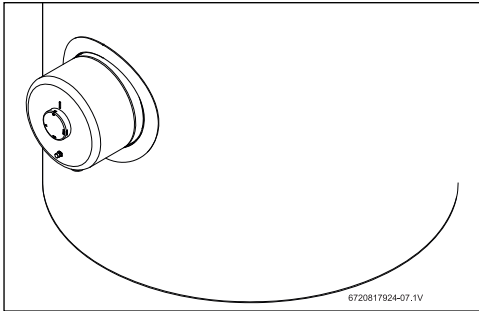

Fig. 13 Termostato
- ▶ Posicionar el termostato en la posición máxima de temperatura, girar el selector de temperatura en sentido de las agujas del reloj, véase Fig. 13.